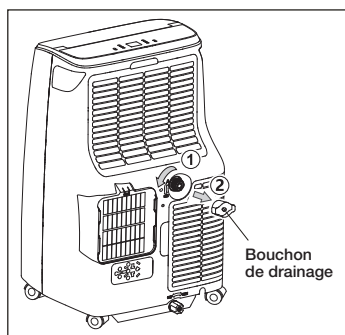

Fig. 8
2. Retirez le bouchon de vidange (Fig. 8). Pendant cette opération, de l'eau résiduelle peut se déverser, prévoyez un bac pour la récupérer.